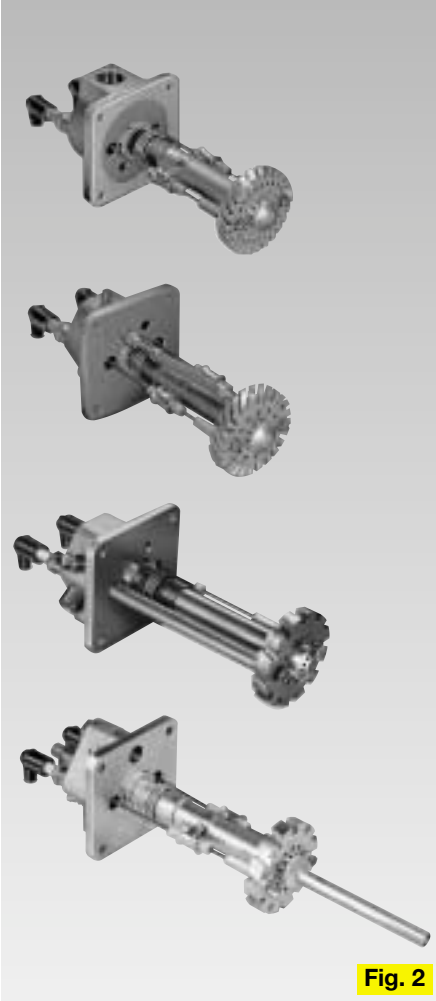

Fig. 2
2. Brenneinsatz (Fig. 2)
2. Burner insert (Fig. 2)
2. Insert de brûleur (Fig. 2)